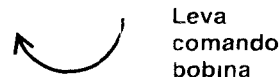

Figura 8. Sfoltitura
- 2. Tirare all'indietro la leva di comando della bobina e spingere il comando della frizione in avanti per innestare le frizioni della bobina e della propulsione (vedere figura 8). Regolare l'acceleratore al passo dell'operatore.